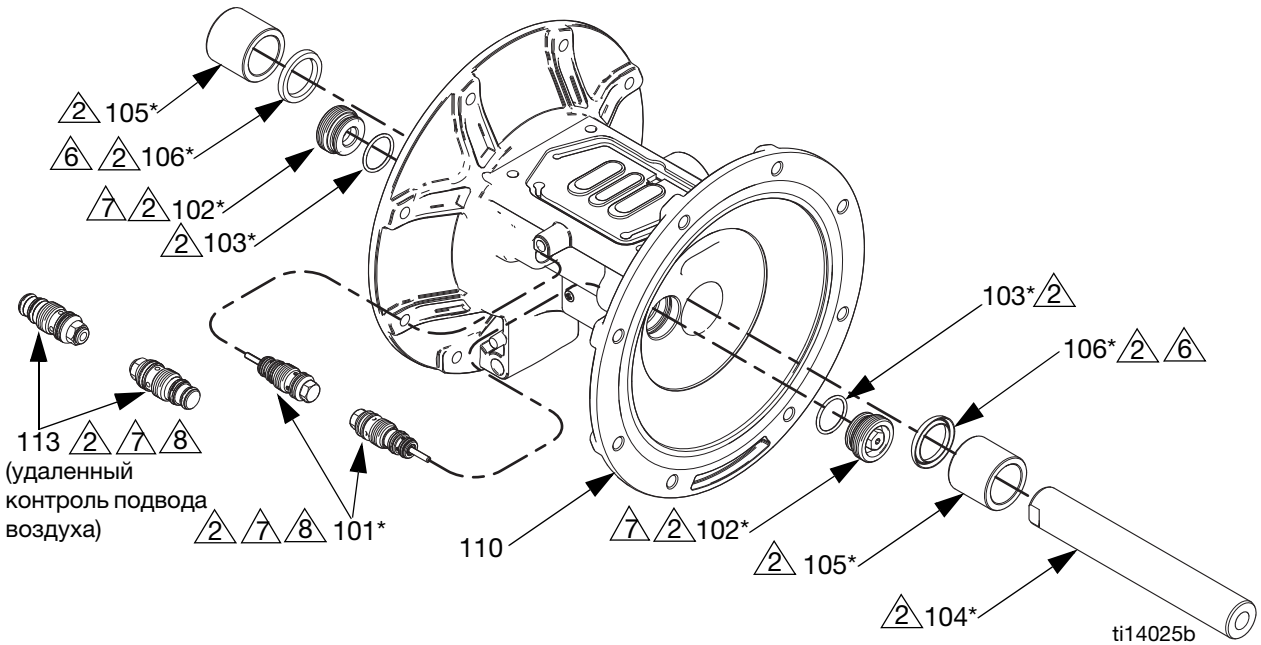
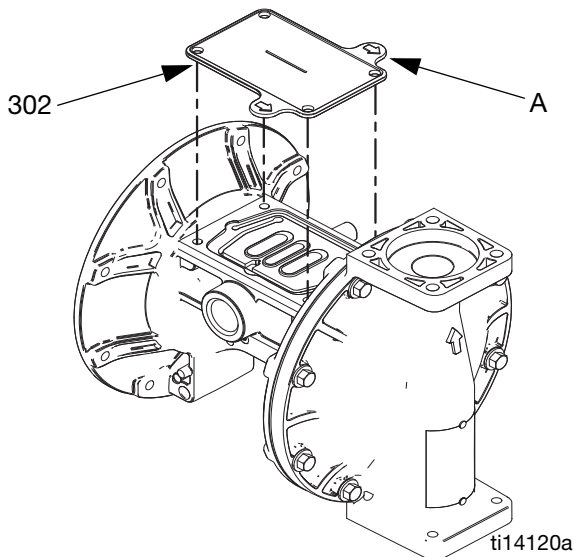

Рис. 8. Соберите диафрагмы и центральную секцию
Рис. 9. Инструмент для крышки жидкостной секции
- a. Выберите такое положение насоса, при котором одна из крышек жидкостной секции будет направлена вверх. Используя торцевой гаечный ключ на 10 мм, выкрутите винты (7) крышки жидкостной секции и снимите крышку (3) с насоса.
- b. Открытую диафрагму (15) с оси диафрагмы (104) можно открутить рукой. Болт оси диафрагмы останется на диафрагме. Снимите пластину диафрагмы на стороне подачи воздуха (14).
- d. Крепко держа диафрагму, снимите ее с помощью гаечного ключа, установленного на гранях оси. Также снимите пластину диафрагмы на стороне подачи воздуха (14). Перейдите к шагу 5.
- a. Выберите такое положение насоса, при котором одна из крышек жидкостной секции будет направлена вверх. Используя торцевой гаечный ключ на 10 мм, выкрутите винты (7) крышки жидкостной секции и снимите крышку с насоса. Переверните насос и снимите другую крышку жидкостной секции.
- b. **Насосы из пластмассы.** Используйте торцевой или накидной гаечный ключ (1-1/4 дюйма) для откручивания шестигранной головки пластины диафрагмы со стороны жидкости. Затем снимите все детали узла диафрагмы. См. Рис. 8.
Насосы из металла. Открутив болт (304) с одного конца оси диафрагмы, снимите все детали узла диафрагмы. См. Рис. 8.
5. Осмотрите ось диафрагмы (104) и убедитесь в отсутствии признаков износа и царапин. В случае повреждения осмотрите подшипники (105) на месте. Если подшипники повреждены, используйте съемник для их удаления.
Учите все примечания, указанные на Рис. 8. В этих примечаниях содержится **важная** информация.
- a. Установите уплотнительное кольцо (301) на болт (304) оси.
- b. Установите пластину со стороны подачи жидкости (13), основную диафрагму (15), резервную диафрагму (305, если используется) и пластину диафрагмы со стороны подачи воздуха (14) на болте точно так, как указано на Рис. 8.
- c. Нанесите герметик Loctite средней прочности (синего цвета) или аналогичное средство на резьбу болта (304). Вкрутите болт в ось от руки.
- d. Нанесите смазку на П-образные уплотнения оси (106) и на ось диафрагмы (104). Вставьте ось в корпус.
- g. Прикрепите первую крышку жидкостной секции (3). См. **Инструкции по затяжке**, стр. 20. Перейдите к шагу 7.
- a. Установите основную диафрагму (15), резервную диафрагму (305, если используется) и пластину диафрагмы со стороны подачи воздуха (14) на пластине со стороны подачи жидкости (13) точно так, как показано на Рис. 8.
- c. Нанесите смазку на П-образные уплотнения оси (106) и на ось диафрагмы (104). Вставьте ось в корпус.
- f. Прикрепите первую крышку жидкостной секции (3). См. **Инструкции по затяжке**, стр. 20.
- a. См. Рис. 9. Поместите входящий в комплект инструмент (302) на место, где обычно находится прокладка воздушного клапана (108). Стрелки (A) должны быть обращены к уже прикрепленной крышке жидкостной секции.